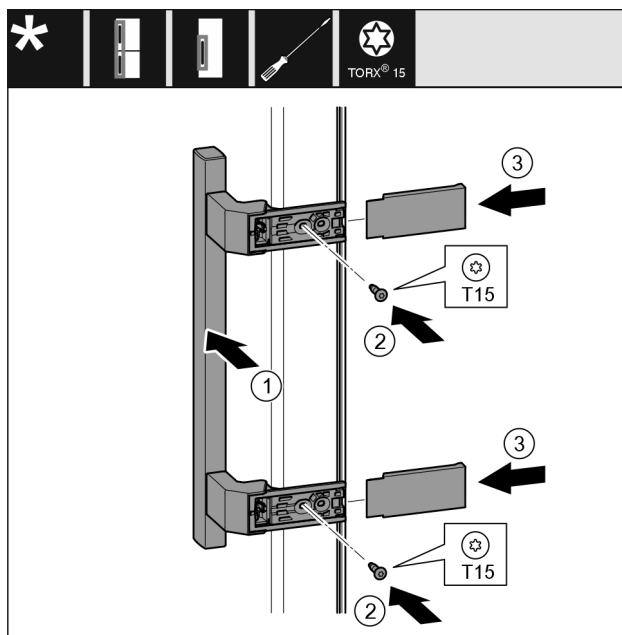

Fig. 21
- Applicare la maniglia Fig. 21 (1) sul lato opposto.
- Stringere le viti Fig. 21 (2) con un cacciavite.
- Applicare le coperture Fig. 21 (3) lateralmente e spingerle in sede.